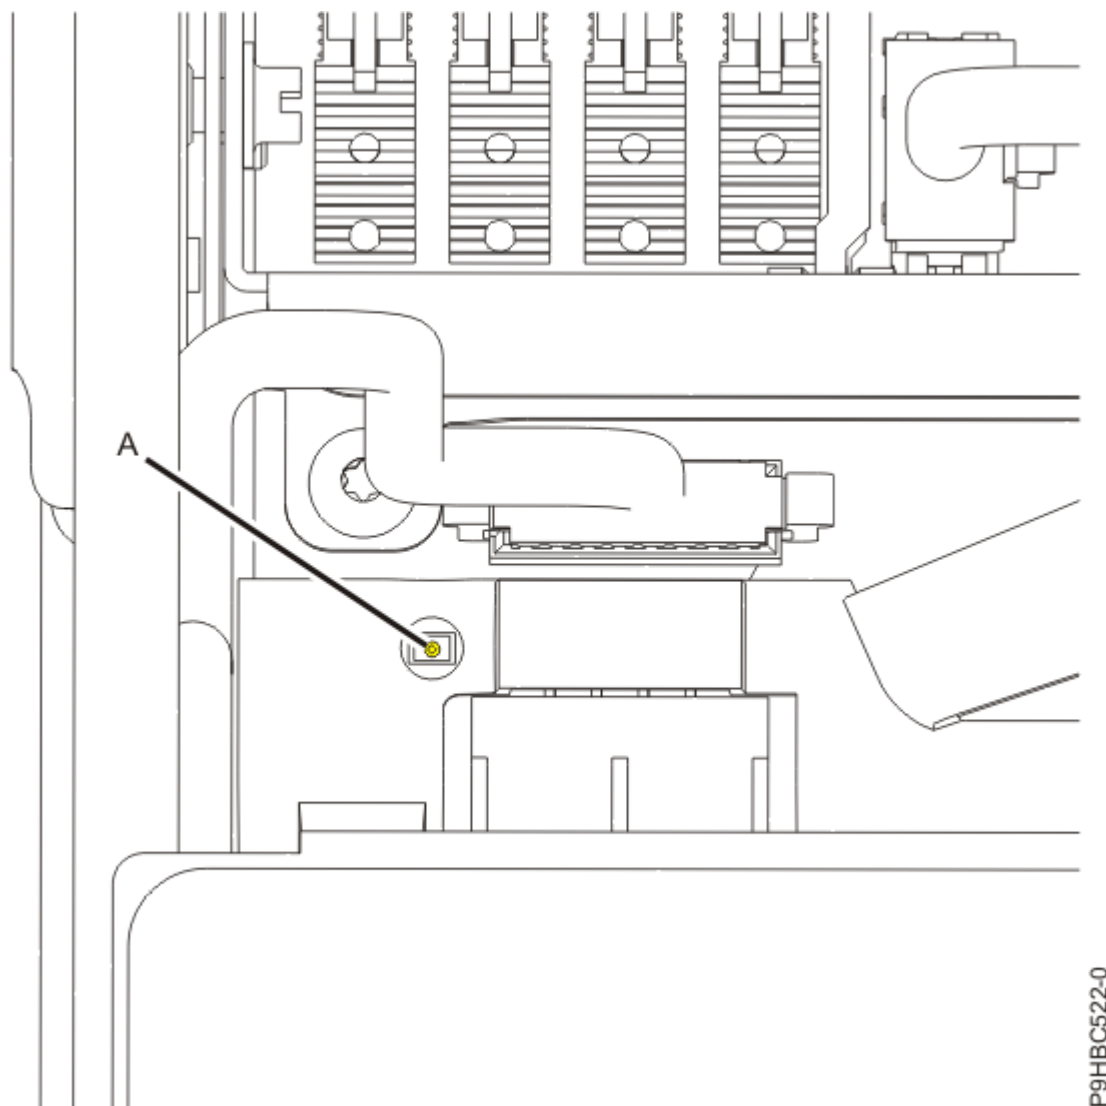

Figure 8. Emplacement du voyant sur le panneau de commande
10. Localisez le voyant orange **(A)** afin d'identifier le panneau de commande défectueux, comme illustré à la Figure 8, à la page 10.